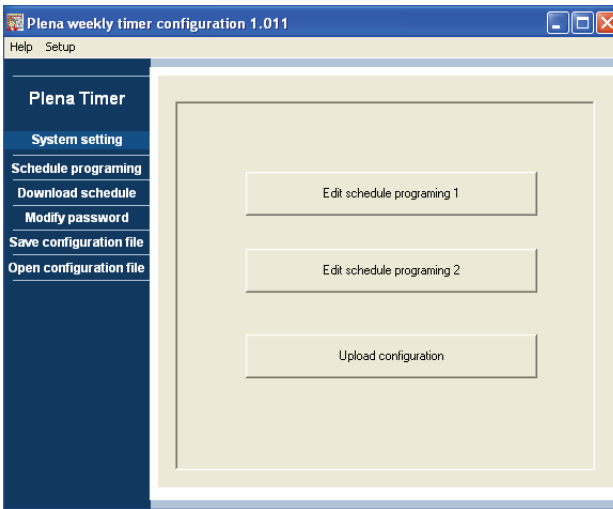

figura 8.16: Botones de programación y carga
- 1 Desde el menú principal, haga clic en el botón Schedule programming. Aparecerá la siguiente ventana (véase figura 8.16).